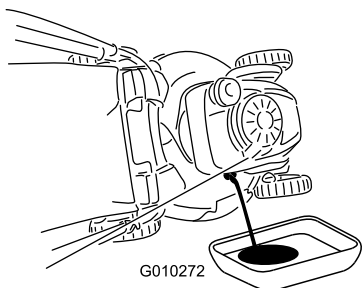

Рисунок 40
3. Переверните газонокосилку на одну сторону таким образом, чтобы воздушный фильтр был направлен вверх, для слива отработанного масла через маслозаливную горловину (Рисунок 40).